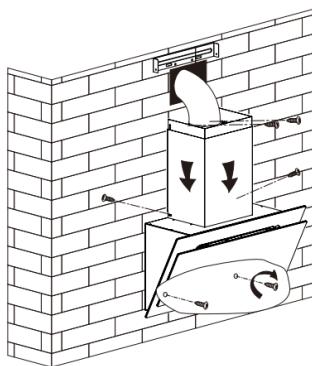

Рис. 6
8. Прикрепите кожух к вытяжке, используя 2 винта ST4x8 мм. Закрепите внешний кожух на стене используя 2 винта ST4x40 мм. Одновременно вытащите воздухопровод из кожуха и подключите его к вентканалу. См. Рис. 6.